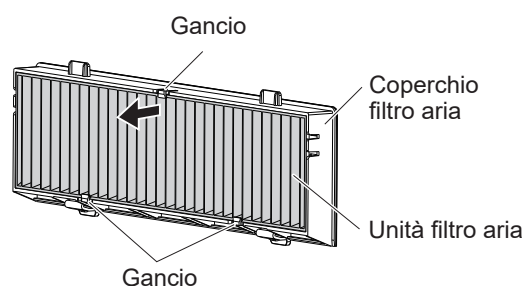

Fig.2
- Il filtro dell'aria è fissato con 3 ganci. Afferrare la fibra del filtro dell'aria vicino al lato del coperchio con un gancio e poi tirare il filtro dell'aria estraendolo dal relativo coperchio, come indicato dalla direzione della freccia. (Fig.2)